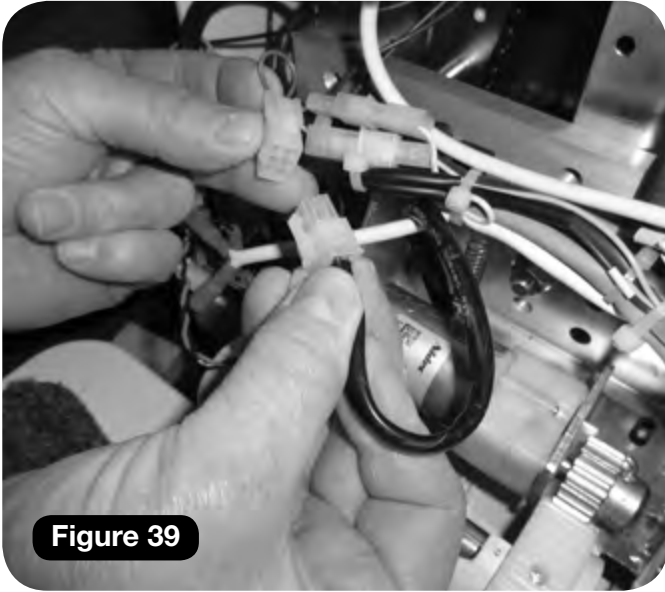

Figure 39
- e Posez le connecteur (**Figure 39**).